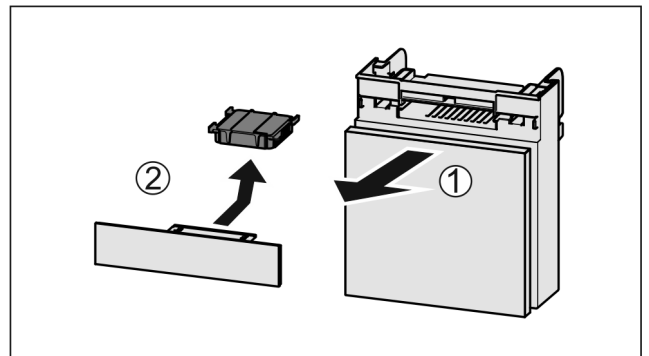

Fig. 48
- ▶ Retire el compartimiento hacia delante Fig. 48 (1).
- ▶ Retire el filtro de carbón activo Fig. 48 (2).